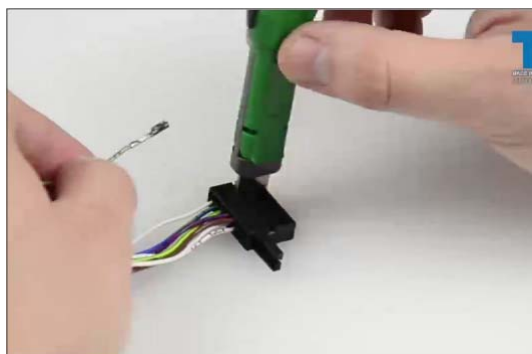

图 11
- 显示专用工具和工作步骤的“演示视频”的摘录, 请参见 → 图 11。